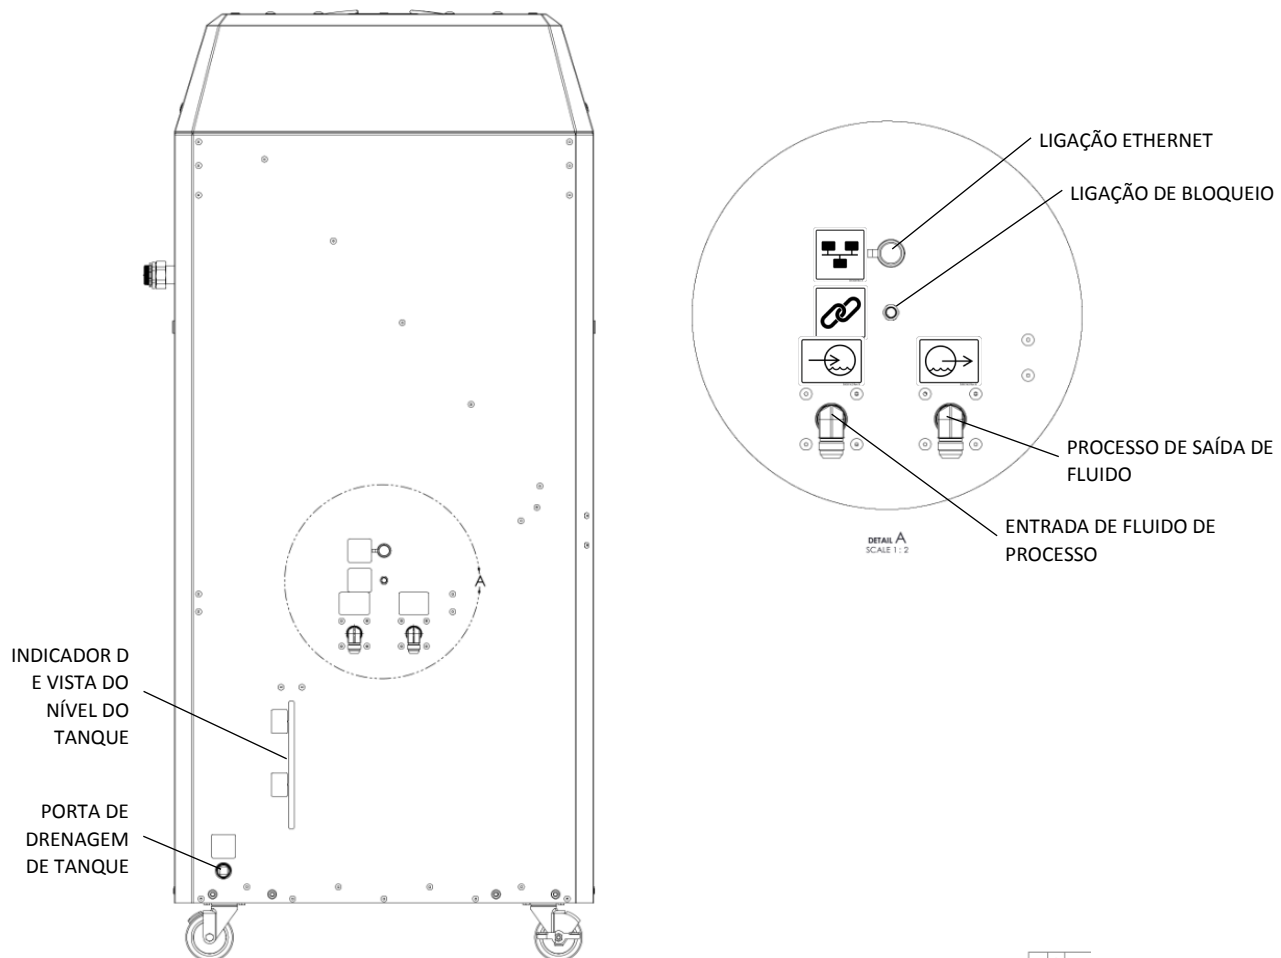

Figura 10: Tubagem do refrigerador e ligações elétricas
O refrigerador está equipado com um conector macho M12 Eurofast® de 4 pinos padrão para o bloqueio (consultar a Figura 10). A pinagem do conector de bloqueio é mostrada na Página Lógica das Impressões Elétricas no Anexo B.
As ligações de tubagem do refrigerador estão localizadas no seu lado I/O da tubagem (consulte a Figura 10). O refrigerador tem as seguintes ligações de tubagem:
3. Encha o reservatório com o fluido recomendado pelo fabricante enquanto monitoriza o *Medidor de nível do nível do tanque* (Consultar a Figura 10). O reservatório deve estar cheio até que o nível esteja próximo da etiqueta Nível de tanque elevado. A capacidade do reservatório é de 10,5gal (40L).